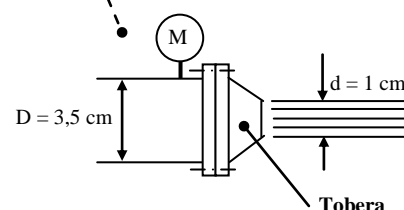

Figura 2
El agua de ensayo ($\rho=1000 \text{ kg/m}^3$, $\nu = 10^{-6} \text{ m}^2/\text{s}$) procede de un tanque con la superficie libre en contacto con la atmósfera situada en el plano de referencia ($z = 0 \text{ m}$). Una bomba hidráulica consume una potencia eléctrica de 4,306 kW con un rendimiento total (grupo motor bomba) de 90 %, para impulsar un caudal de agua a través de una tubería lisa hacia la tobera / inyector de la turbina ubicada a una altura de $z = 1 \text{ m}$. Se conoce la presión a la entrada de dicha tobera (Figura 2) en el manómetro (M) $p = 11,32 \text{ bar}$. La tobera en el punto de trabajo tiene un coeficiente de velocidad $C_v = 0,9$ y un coeficiente de contracción de vena $C_c = 1$. El diámetro de entrada de la tobera y el diámetro de la tubería principal es 3,5 cm y el diámetro del chorro saliente hacia la turbina es 1 cm. La turbina ensayada que tiene un radio de 12 cm (distancia desde el eje de giro al punto de impacto del chorro sobre los álabes) y gira con una velocidad de rotación de $\omega = 1170 \text{ r.p.m.}$